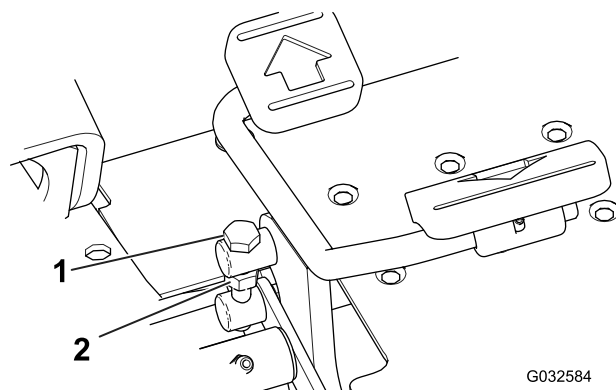

Figure 49
1. Desserrez l'écrou de blocage sur le boulon de tourillon sur le côté de la pédale de déplacement (Figure 49).